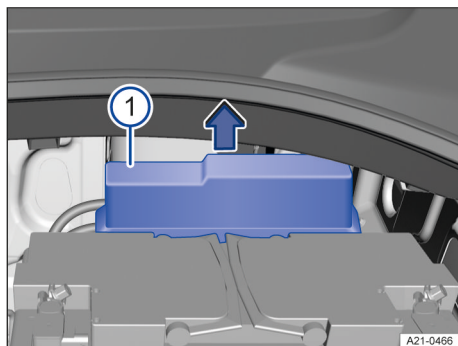

Fig. 173 En el lado izquierdo del vano motor, debajo de una cubierta: toma para la ayuda de arranque (polo positivo).
① Toma para la ayuda de arranque (polo positivo) para conectar el cable de arranque rojo
1. Retire la cubierta de la toma para la ayuda de arranque en el sentido de la flecha → fig. 173.